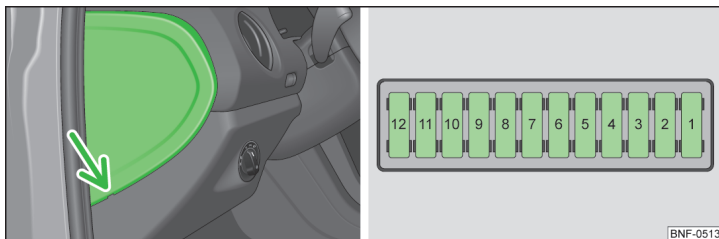

Fig. 127 Sikringsboksens afdækning / Sikringer
- Skub en skruetrækker ind i åbningen i afdækningen i området ved pilen » Fig. 127.